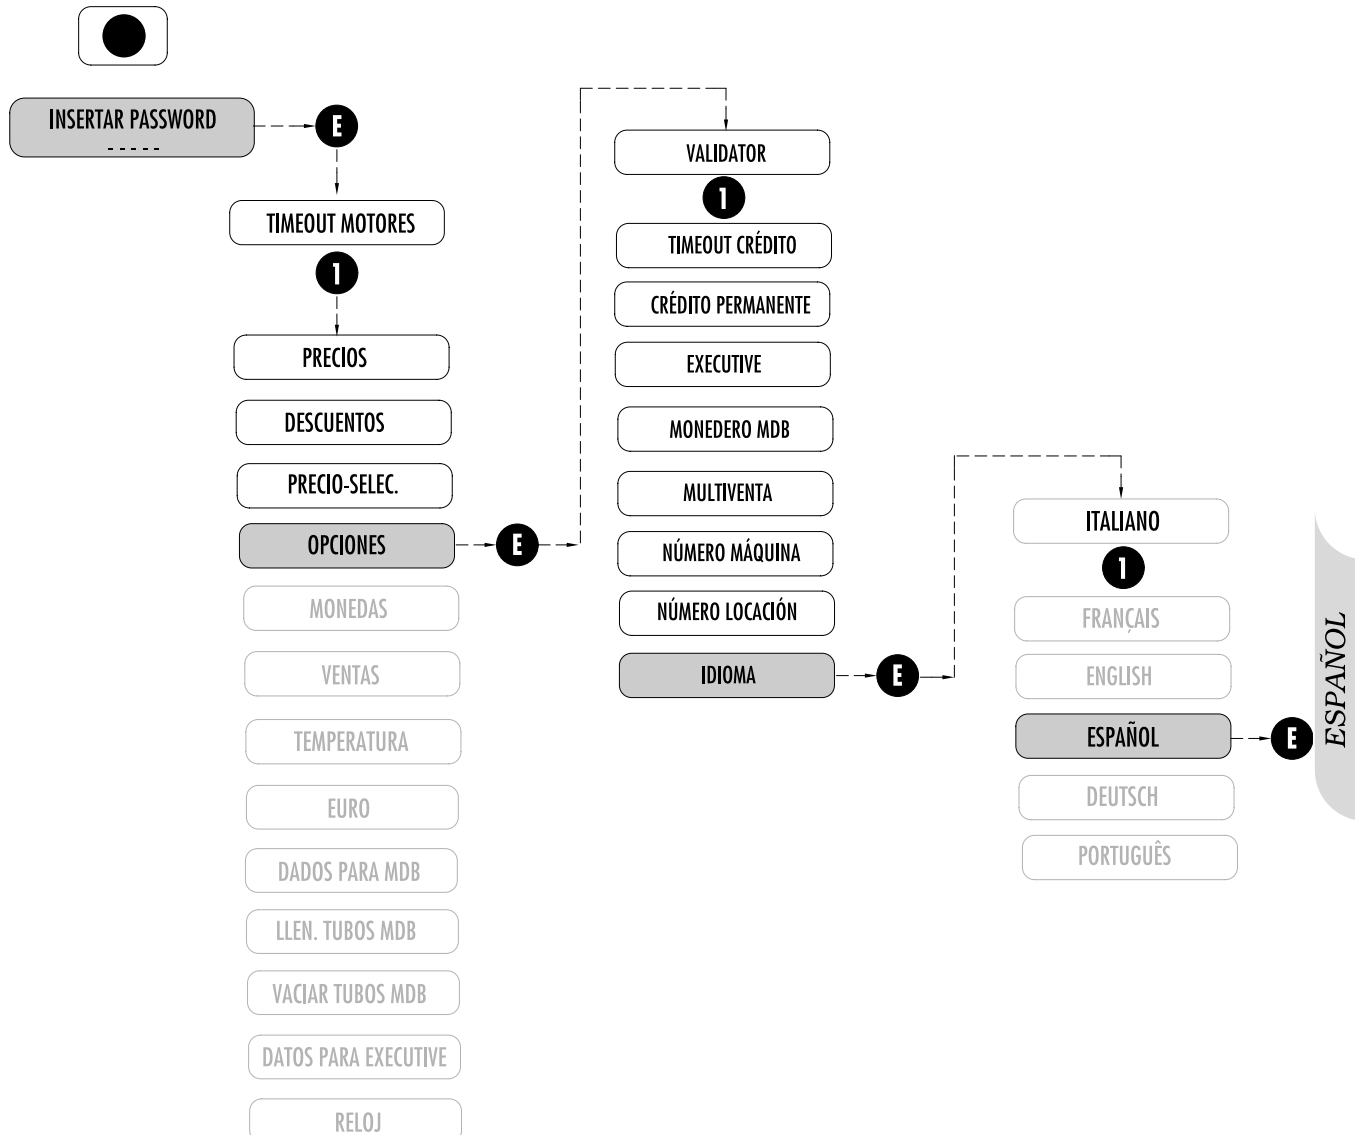

Fig. 7.3
7.1.1 Selección del idioma (Fig. 7.3)